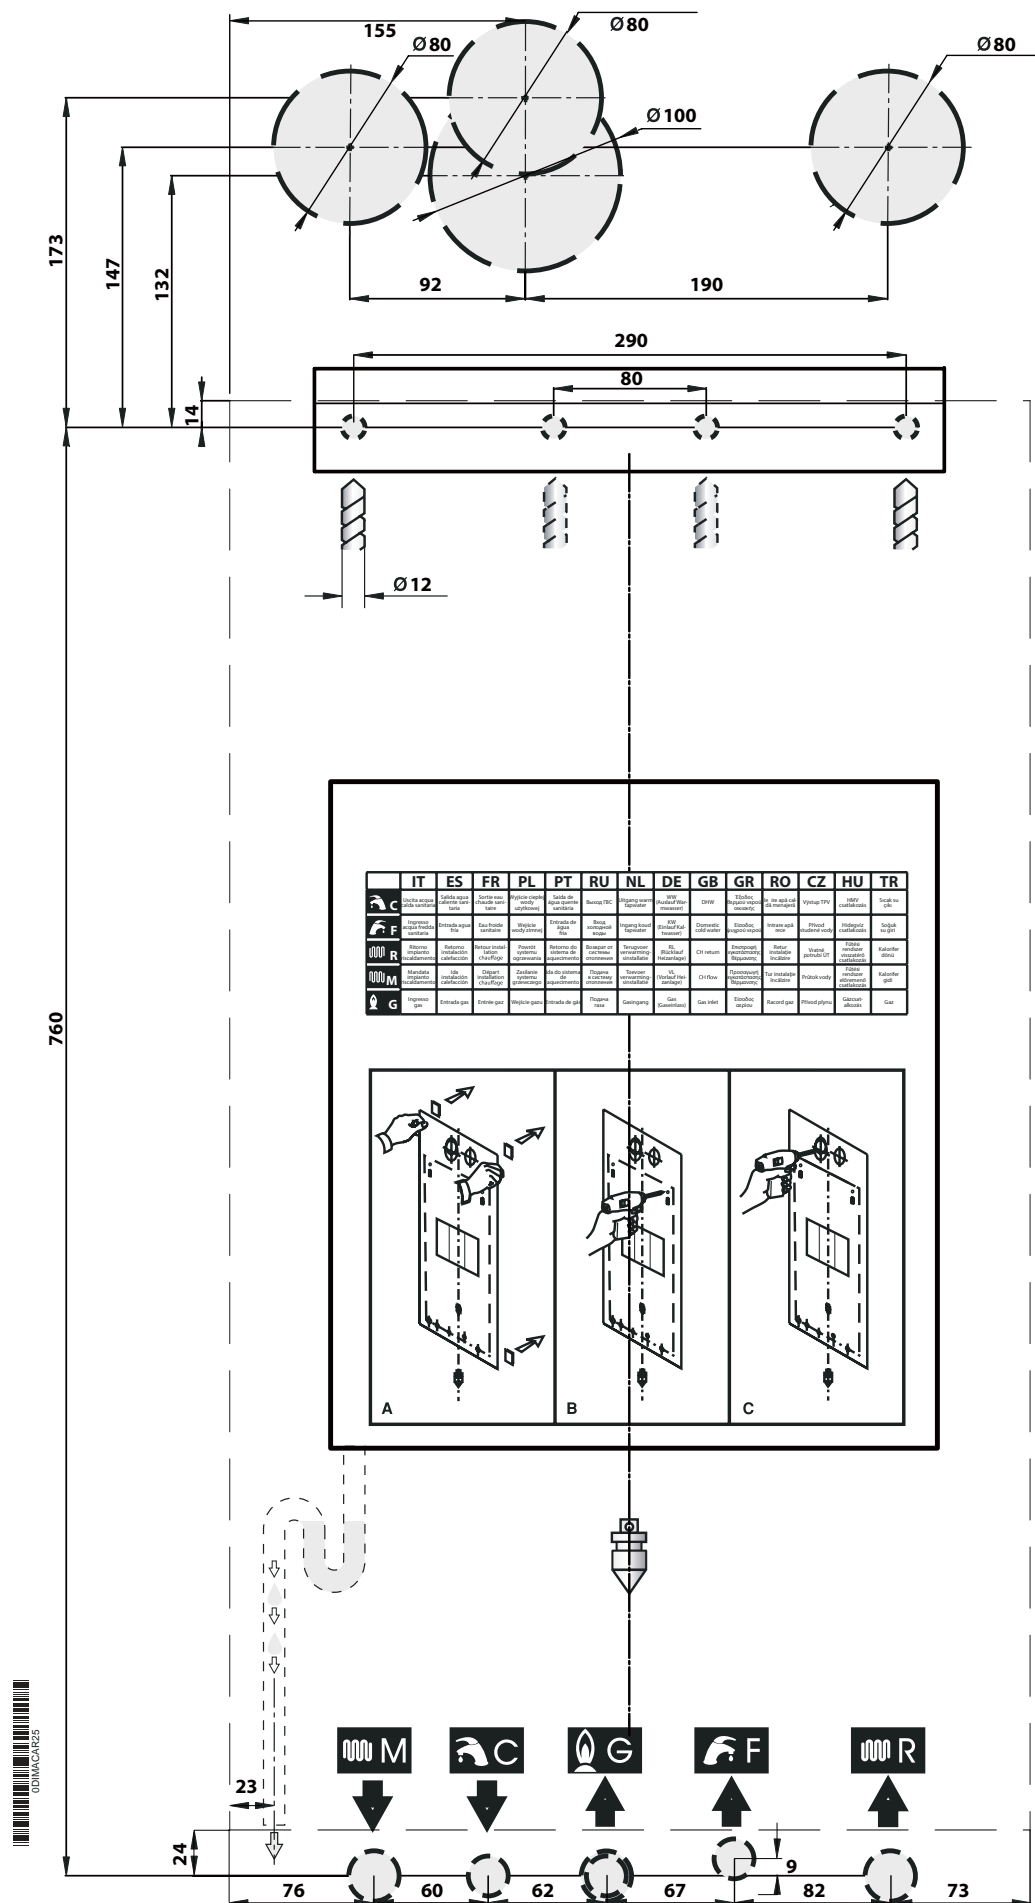

Fig. 9 Plantilla de instalación
- » la plantilla de fijación de la caldera a la pared (véase Fig. 9 Plantilla de instalación);
Cada aparato está provisto de una plantilla de papel correspondiente (ver Fig. 9 Plantilla de instalación).